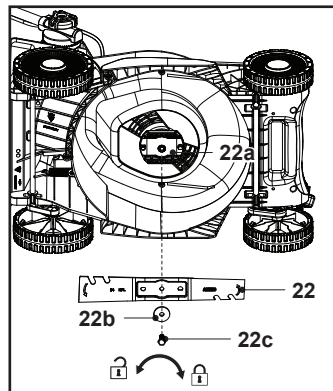

Fig. 22
5. Remplacer la lame de coupe (22) par une neuve de même type. Vérifier d'abord l'état du support de lame (22a) sur la broche, fixer la lame de coupe (22) sur le support de lame (22a) en l'alignant sur les motifs du support de lame (22a), puis fixer l'ensemble avec la rondelle plate (22b) et le boulon de fixation (22c) et serrer manuellement.
6. Maintenir fermement la lame de coupe (22) avec une main gantée et/ou un bâton, serrer le boulon de fixation (22c) dans le sens horaire à un couple de 25 Nm min., 30 Nm max. pour garantir le fonctionnement sûr de la machine (Fig. 22).